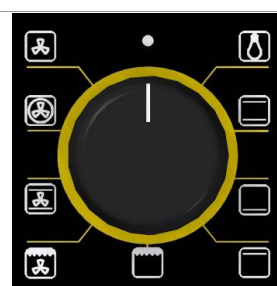

Abb. 3
**Traditionelles Kochen** - Den Backofen in Betrieb setzen. Den Drehknopf des Funktionswählschalters (Abb.3) auf das Symbol  und den des Thermostats auf die gewünschte Temperatur drehen. Für ein differenziertes Kochen im unteren oder oberen Teil, den Drehknopf des Funktionswählschalters auf das Symbol  oder  drehen.